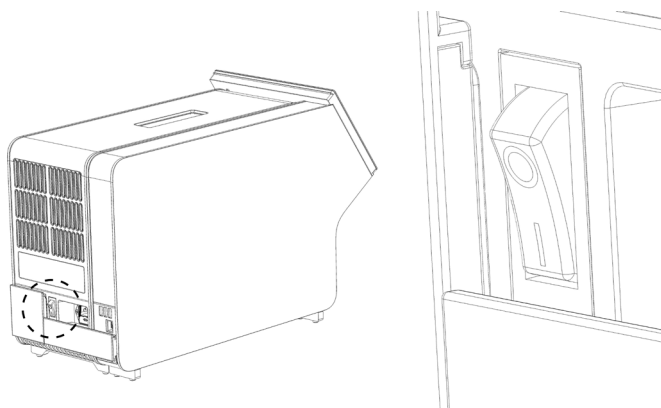

Figura 11. Amplasarea comutatorului de alimentare și setarea acestuia în poziția „I”.
9. PORNIȚI instrumentul, apăsând comutatorul de alimentare din partea din spate a modului analitic în poziția „I” (Figura 11). Confirmați că indicatoarele de stare aferente modului analitic și operațional sunt albastre.